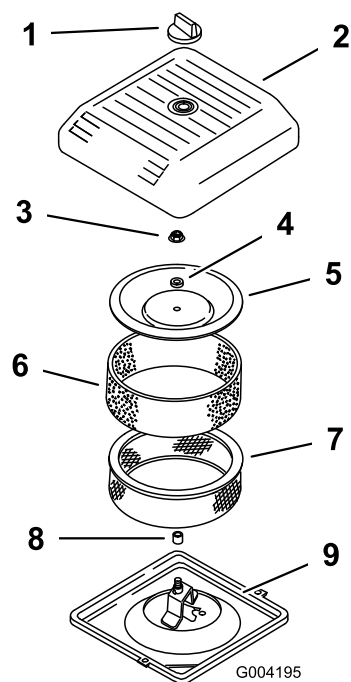

Bild 147
1. Schieben Sie den Schaumvorfilter vorsichtig auf den Papierfilter (Bild 147).